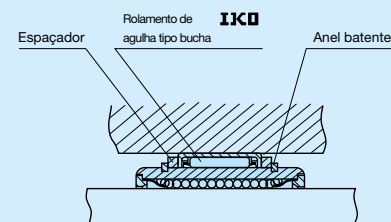

Fig. 3 Exemplo de movimento linear e movimento rotacional
Nota (1) Para o fator de dureza, consulte a Fig. 3 na página III-5.
As unidades da série LM suportam apenas movimento linear, mas não suportam movimento rotacional. Ao executar movimento rotacional e linear de comprimento de curso curto, recomenda-se o uso da Bucha de Rotação de Curso IKO. E, para o uso que exige movimento rotacional e movimento linear de comprimento de curso longo, recomenda-se o uso em combinação com os rolamentos de agulha IKO, como mostrado na Fig. 3.